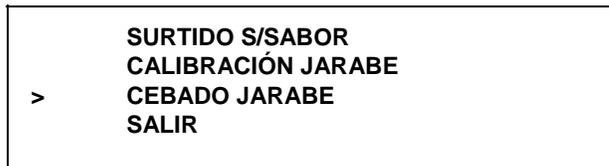

Figura 49
8. Toque el símbolo AUTOMÁTICO  o el símbolo SABOR OPCIONAL  para mover la flecha a la opción CEBADO JARABE. (Vea la figura 49).